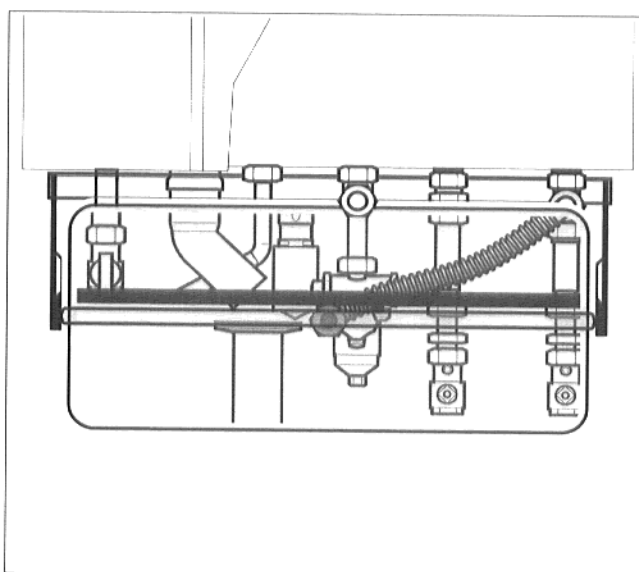

Fig. 10: vaso di espansione
- Avvitare lateralmente al supporto G-MAG la staffa destra e quella sinistra (Fig. 10).
- Applicare il pezzo di collegamento tra le staffe (Fig. 10).
- Posare le guarnizioni nel raccordo a vite del tubo ondulado flessibile (Fig. 10).
- Ermetizzare il tubo ondulado al nipplo doppio del pezzo a T (Fig. 10).
- Infilare il vaso di espansione tra le staffe (Fig. 10).
- Montare il raccordo a vite del tubo ondulado flessibile al vaso di espansione (Fig. 10).